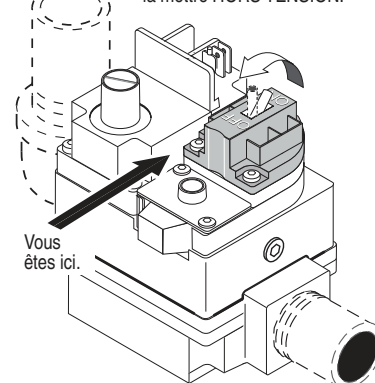

Figure 29.
- Soupape de type commutateur :** Tirer le commutateur vers soi afin de fermer l'arrivée du gaz, voir la Figure 29.
- Attendre cinq (5) minutes que tout gaz se dissipe. **ARRÊTER** si une odeur de gaz est détectée. Suivre la consigne « B » dans la section « AVANT LA MISE EN ROUTE » (page 32). Passer à l'étape suivante en l'absence de gaz.
- Soupape de type commutateur :** Tirer vers soi afin de fermer l'admission du gaz, voir la Figure 29.